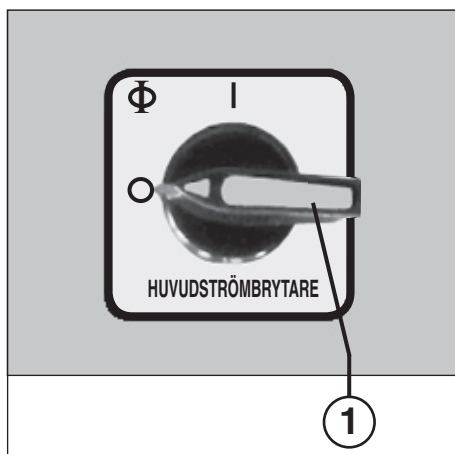

Fig. 1
Tillkoppla maskinen med huvudströmbrytaren (1) (fig. 1). Kontrollampan "Klar för drift" (5) samt den röda stoppknappen "S" (fig. 2) tänds för att indikera att maskinen är klar för start.